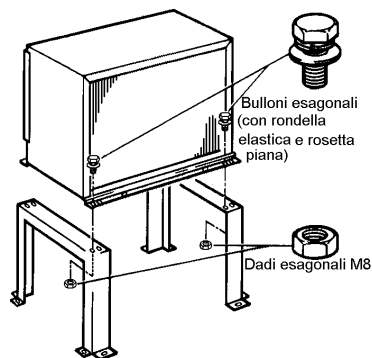

Fig. 7
- 1) Fissare i piedini sul condensatore con otto bulloni esagonali M8 x 16 mm e dadi M8, come illustrato. V. Fig. 7.